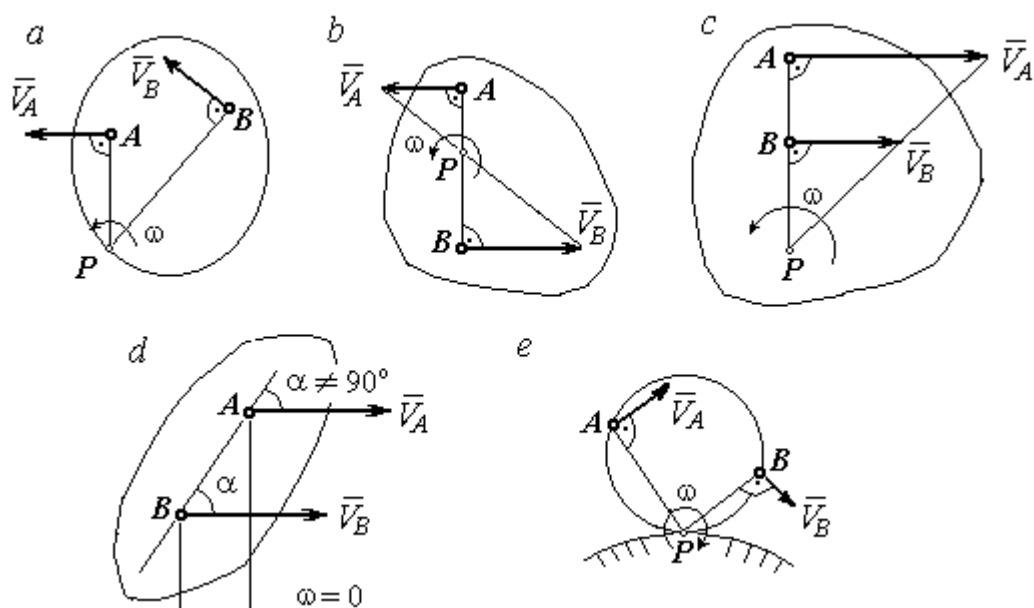

Рис. 2.1. Способы построения мгновенного центра скоростей
1. Если известны направления скоростей $\vec{V}_A$ и $\vec{V}_B$ каких-нибудь двух точек A и B плоской фигуры, то мгновенный центр скоростей находится в точке пересечения перпендикуляров, восстановленных из этих точек к векторам скоростей (рис. 2.1, a).
2. Если скорости $\vec{V}_A$ и $\vec{V}_B$ двух точек A и B плоской фигуры известны и параллельны друг другу, а линия AB перпендикулярна $\vec{V}_A$ (и, конечно, $\vec{V}_B$), то мгновенный центр скоростей определяется как точка пересечения линий, проведенных через основания и вершины векторов скоростей (построение показано на рис. 2.1, b, c).
3. Если скорости $\vec{V}_A$ и $\vec{V}_B$ двух точек A и B параллельны друг другу, но линия AB , соединяющая эти точки, не перпендикулярна векторам скоростей (рис. 2.1, d), то мгновенная угловая скорость тела равна нулю и движение тела
4. Если плоскопараллельное движение осуществляется путем качения без скольжения одного тела по неподвижной поверхности другого, то мгновенный центр скоростей расположен в точке касания катящегося тела с неподвижной поверхностью (рис. 2.1, e).